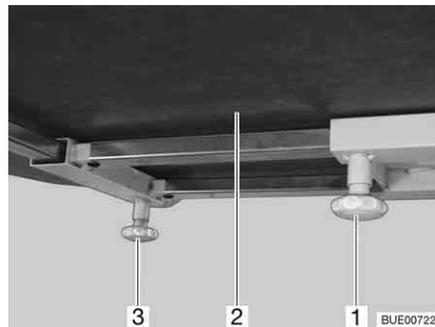

Bild 100 Fester Tisch
- Rändelschraube (Bild 100,1) lösen.
- Tischplatte (Bild 100,2) in die gewünschte Position verschieben.
- Rändelschraube (Bild 100,3) lösen.